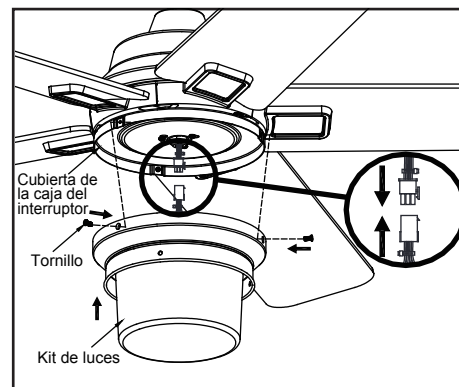

Figura 16
3. Quita un tornillo de la cubierta de la caja del interruptor y afloja, pero no quites los otros dos. Conecta los cables del kit de luces a los cables del ensamblaje del motor del ventilador uniendo los enchufes con adaptadores moldeados. Coloca con cuidado todos los cables y empalmes dentro de la caja del interruptor. (Figura 16)
4. Empuja el kit de luces hacia arriba para que las dos cabezas de los tornillos aflojados encajen en las ranuras tipo ojo de cerradura. Gira el kit de luces hacia la derecha, aprieta los tornillos. Vuelve a instalar el tornillo que retiraste en el paso 3 y apriétalo firmemente. (Figura 16)